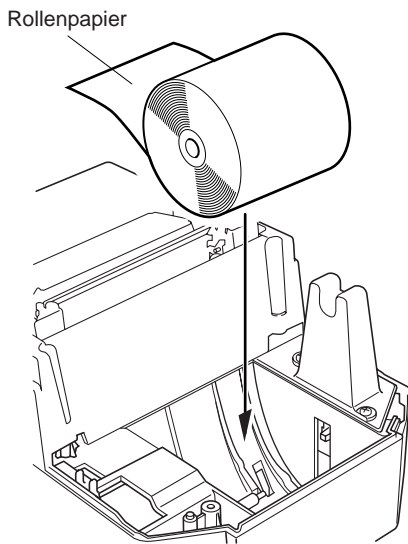

Abb. 6-5 Einlegen von Papier
④ Unter Beachtung der Richtung des Rollenpapiers das Rollenpapier in die Vertiefung setzen, wie in Abbildung 6-5 gezeigt.
⑤ Die Kante des Papiers in den Papiereinzug setzen. Wenn richtig eingesetzt, läuft die Kante des Papiers durch den Papierauflauf.
⑥ Führen Sie die Oberkante des Papiers in den Abreißkantenschlitz ein, und bringen dann die Abdeckung an, indem Sie die Ausbauschritte von Schritt ① oben in umgekehrter Reihenfolge ausführen.